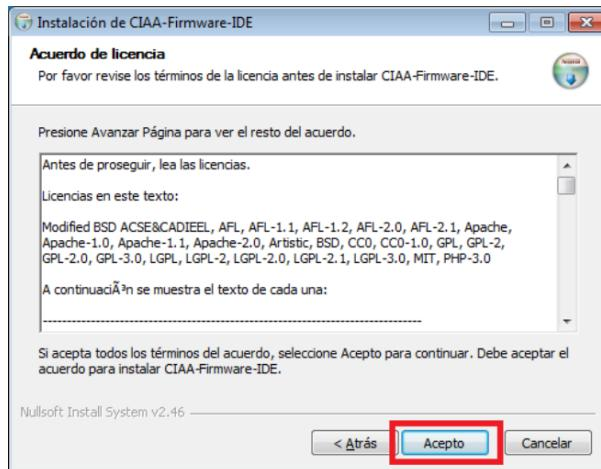

Figura 7: Arranque del instalador del software IDE
- Sobre la ventana siguiente deben elegirse cuáles componentes se desea instalar, en el caso que el usuario no posea la placa disponible, no es necesario instalar los drivers, si se adquiere dicha placa en un momento posterior,dado que los drivers se instalan junto con el IDE, los mismos quedarán en la carpeta de destino para su instalación en forma manual; otra forma de instalar los los controladores es ejecutar el instalador del CIAA-IDE Suite y tildar únicamente la opción **drivers** al momento de seleccionar los componentes a instalar.La Figura 7 ilustra lo explicado anteriormente.